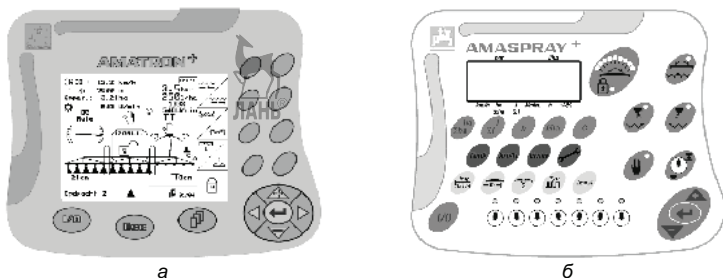

Рисунок 6.10 – Терминалы полевых опрыскивателей:
**Эксплуатация опрыскивателя.** Пульт управления Amatron+ (рисунок 6.10 а) предназначен для ввода данных агрегата; ввода данных заказа; активизации полевого опрыскивателя для изменения нормы расхода при опрыскивании; управления всеми функциями штанг опрыскивателя; управления специальными функциями; контроля полевого опрыскивателя в процессе работы. Терминал Amatron+ управляет процессором опрыскивателя. При этом процессор агрегата получает всю необходимую информацию и осуществляет регулировку нормы расхода (л/га) в зависимости от площади, введенной нормы расхода (заданное количество) и текущей скорости движения (км/ч).
Терминал Amaspray+ представляет собой автоматический регулирующий прибор, используемый на полевых опрыскивателях. Он предназначен для регулировки нормы расхода в зависимости от площади, текущей скорости движения и ширины захвата агрегата (рисунок 6.10 б). Терминал определяет в непрерывном режиме текущую норму расхода, скорость движения, обработанную и общую площадь, внесенное и общее количество раствора, продолжительность работы и пройденный путь.